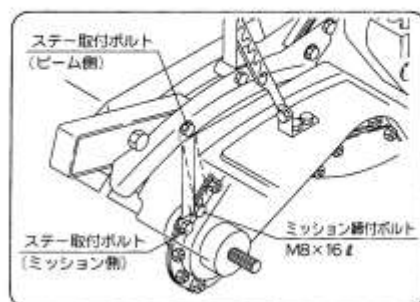

図53
- ステア取付ボルト(ビーム側)をゆるめてください。(図53)
- ステア取付ボルト(ミッション側)のボルトを取外してください。(図53)
- ミッション締付ボルト(M8×16φ)を外してください。(図53)